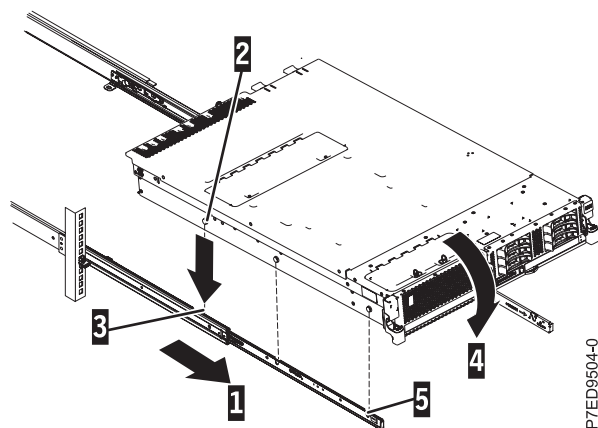

Figura 8. Rieles deslizantes extendidos, cabezas de clavo de servidor alineadas con ranuras del riel
2. Tire de los rieles deslizantes hacia adelante (1) hasta que se oiga dos veces un clic, lo que indica que se han encajado. Levante cuidadosamente el servidor e inclínelo en su posición sobre los rieles deslizantes de manera que las cabezas de clavo posteriores (2) del servidor queden alineadas con las ranuras posteriores (3) de los rieles deslizantes. Deslice el servidor hacia abajo hasta que las cabezas de clavo posteriores se inserten en las dos ranuras posteriores y luego baje lentamente la parte frontal del servidor (4) hasta que las otras cabezas de clavo se inserten en las otras ranuras de los rieles deslizantes. Asegúrese de que el pestillo frontal (5) se desliza sobre las cabezas de clavo, tal como se muestra en la Figura 8.